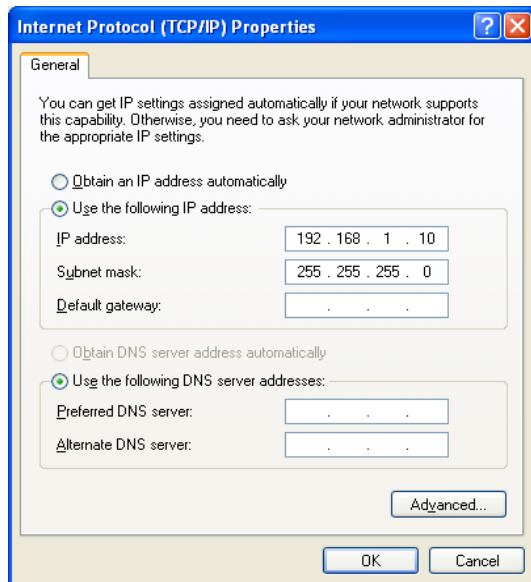

図 16
5. 図 16 を参照。「以下の IP アドレスの使用」を選択します。初期設定のポンプ IP アドレスは 192.168.1.100 です。例えば、最後の数字セットにおいてのみ初期設定アドレスと異なる数字を入力します。192.168.1.10。これによりコンピュータを VFD に接続することができます。サブネットマスクを 255.255.255.0 に設定します。